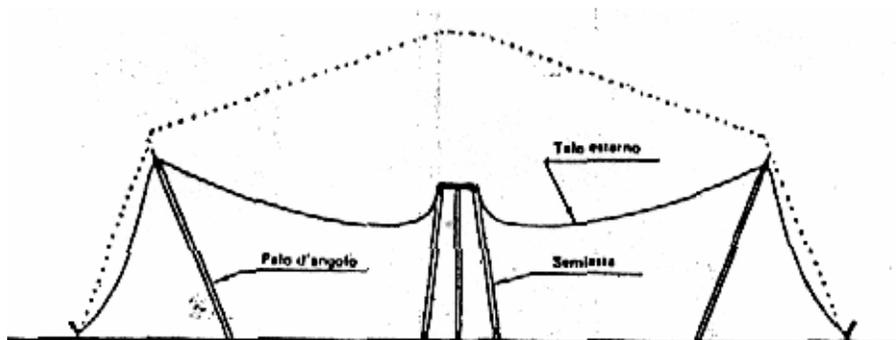

Figura 3
- Si porta l'armatura di sostegno (anello e 4 semiaste) all'interno della tenda, si infila il foro del telo di copertura nell'anello della armatura e si spinge verso l'alto l'armatura stessa in modo da formare un cavalletto (Figura 3).